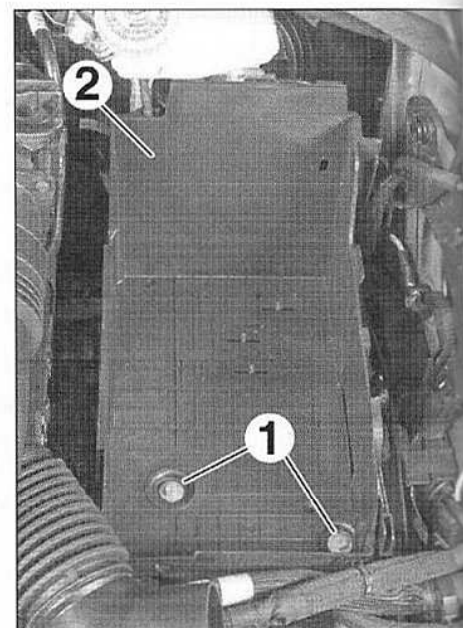

FIG.149
- Déposer (Fig.149) :
- les vis (1),
- le bac à batterie (2).